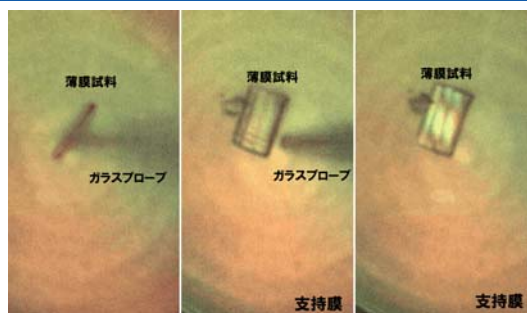

Fig. 2-19 ピックアップ手順7
- ⑧ 光学顕微鏡を観察しながら油圧ハンドルの Z を操作し、メッシュの中心に向かってガラスプローブの先端を近づける (Fig. 2-19 左)。
- ⑨ 光学顕微鏡の倍率 500 倍で観察しながら油圧ハンドルの X, Y, Z を操作し、ガラスプローブの先端に付いている薄膜を支持膜表面に接触させる (Fig. 2-19 中)。
- ⑩ 油圧ハンドルの Z を操作し、ガラスプローブ先端をやや持ち上げる (Fig. 2-19 右)。
- ⑪ 薄膜が支持膜上に載ったことが確認できたら油圧ハンドルの Z を操作し、ガラスプローブを数センチ上へ持ち上げる。